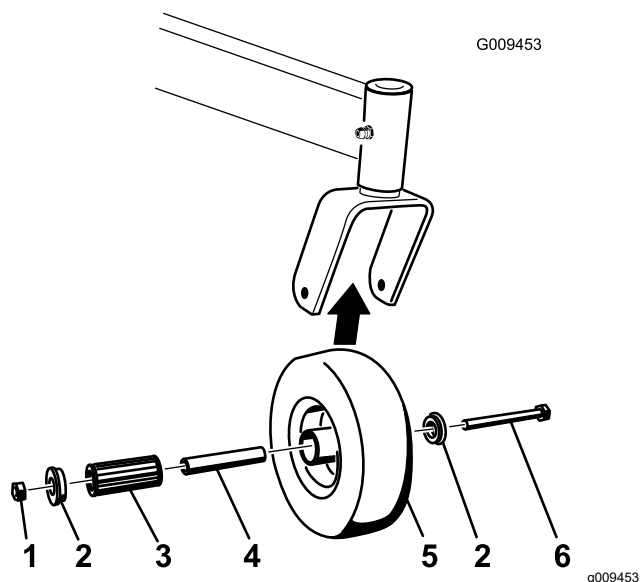

Figura 55
1. Retire la contratuerca y el perno que sujetan la rueda giratoria a la horquilla (Figura 55).
- Retire un solo casquillo y tire del casquillo intermedio y del cojinete de rodillos para sacarlos del cubo de la rueda (Figura 55).
- Retire el otro casquillo del cubo de la rueda y limpie la grasa y la suciedad del cubo de la rueda (Figura 55).
- Nota:** Repare o cambie cualquier pieza dañada o desgastada (Figura 55).
- Coloque un casquillo en el cubo de la rueda (Figura 55).
- Engrase el cojinete de rodillos y el casquillo intermedio y deslícelos en el cubo de la rueda (Figura 55).
- Coloque el segundo casquillo en el cubo de la rueda (Figura 55).
- Instale la rueda giratoria en la horquilla y fíjela con el perno y la contratuerca (Figura 55).
- Apriete la contratuerca hasta que el casquillo intermedio se apoye contra el interior de las horquillas de las ruedas giratorias (Figura 55).